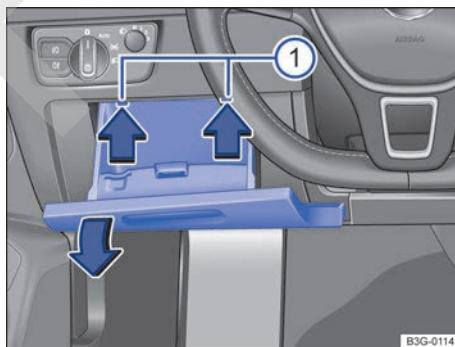

Fig. 234 Tapa de la caja de fusibles del tablero de instrumentos: vehículos con el volante a la izquierda, a la izquierda junto al volante. ▶
- Abra el portaobjetos del lado del conductor y, dado el caso, vacíelo → fig. 234.
- Presione las pestañas de encastre → fig. 234 (1) hacia arriba, en el sentido de las flechas, y al mismo tiempo abra aún más el portaobjetos y retírelo hasta que se pueda acceder al portafusibles.